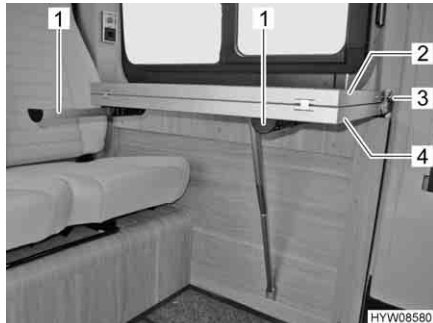

Fig. 44 Tavolo
- Sfilare i due puntelli (Fig. 44,1).
- Sfilare il bottone di sicurezza (Fig. 44,3) e rimuovere la cintura di ritegno dalla prolunga del piano del tavolo (Fig. 44,2).
- Aprire la prolunga del piano del tavolo (Fig. 44,2).
- Ripiegare la prolunga del piano del tavolo (Fig. 44,2).
- Spingere il bottone di sicurezza (Fig. 44,3) della cintura di ritegno sul supporto della prolunga del piano del tavolo.
- Infilare dentro i due puntelli (Fig. 44,1).
- Sollevare leggermente il piano del tavolo (Fig. 44,4) in avanti.